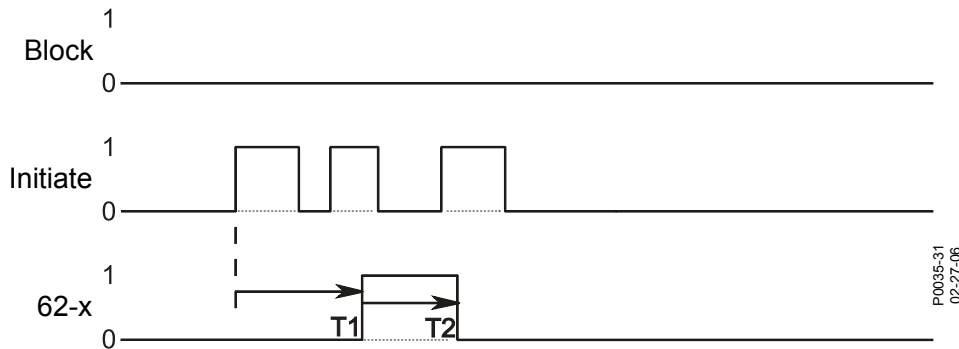

Figura 75-4. Modo monoestable/no redisparable
Paso 5: Utilice el Explorador de Mediciones en BESTCOMSPi+ para abrir la pantalla Informes, Secuencia de eventos. Verifique que se haya registrado la acción de pulso APAGADO-ENCENDIDO-APAGADO y que, aproximadamente 400 ms después de la primera acción de señal de inicio APAGADO-ENCENDIDO-APAGADO de 43-1, la salida del cronómetro 62-1 haya pasado a ser verdadera. Luego, aproximadamente 20 segundos después, que haya caducado el retardo 2 y que la salida del cronómetro 62-1 haya pasado a ser verdadera, a pesar de una segunda señal de inicio de APAGADO a ENCENDIDO de 43-1, mientras el cronómetro de duración estaba activo. La Figura 75-4 ilustra la relación de cronometraje del interruptor 43-1 y el cronómetro 62-1.